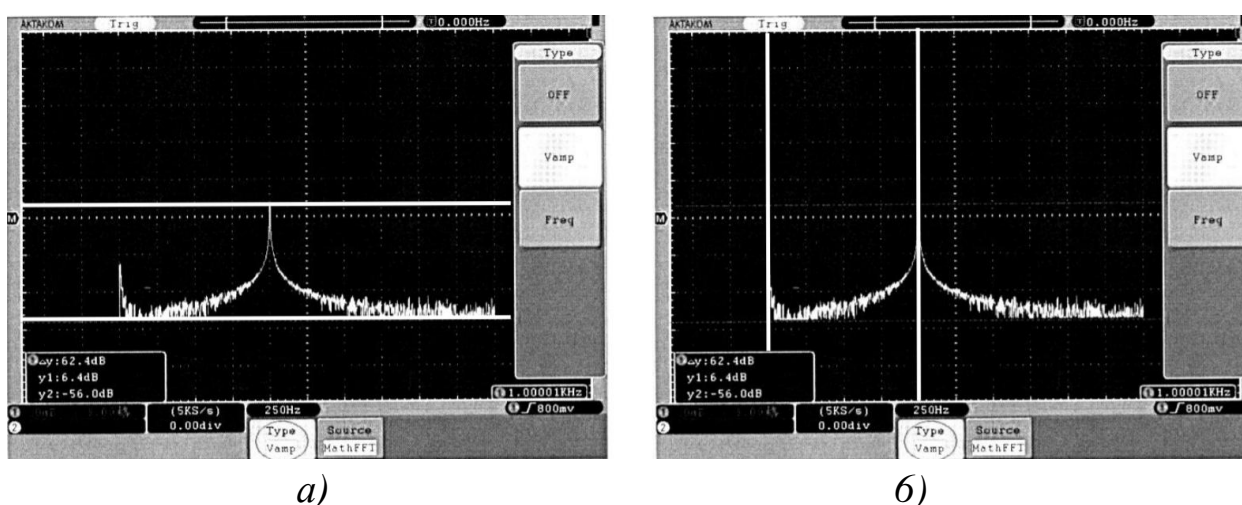

Рис. 5.6. Измерение амплитуды (а) и частоты (б) в режиме БПФ при помощи курсоров
6. Результат курсорных измерений в режиме БПФ отображается в отдельном окне в нижнем левом углу экрана (рис. 5.6)